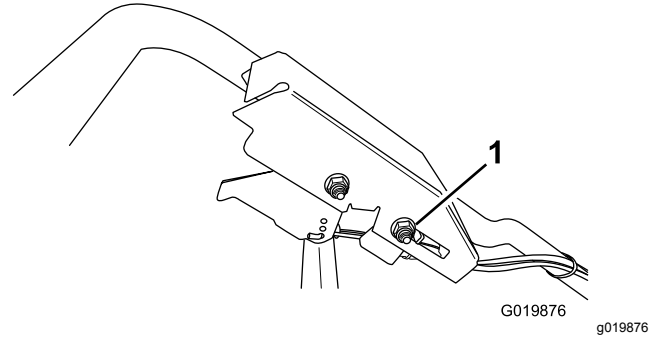

Figure 50
2. Desserrez l'écrou du support de guidage du câble (Figure 50).